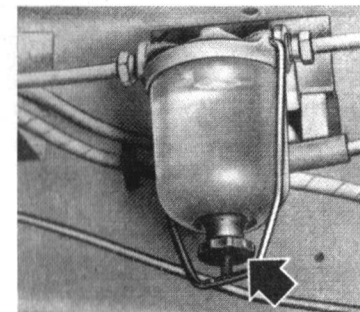

Fig. 30 - Filtro primario del carburatore.
5. Pulizia del filtro primario del carburante. Tale filtro è montato sulla traversa laterale destra del telaio sotto la cabina di guida. Svitare il dado posto sotto il bicchiere di vetro (fig. 30) e sganciare lateralmente il morsetto in modo da poter estrarre il bicchiere. Pulire accuratamente il bicchiere stesso e la reticella e controllare che la guarnizione sia in buone condizioni.